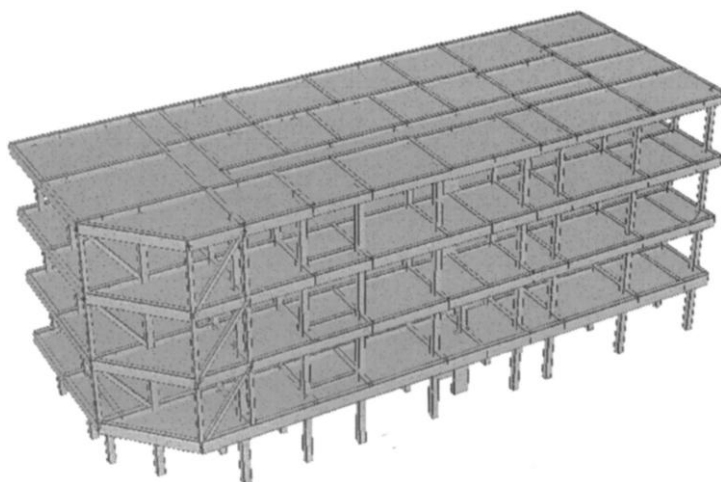

Figura 6: Esquema del edificio correspondiente al tensor del ejercicio 1 del TP N° 4
1) Diseñar el tirante de ochava de la Figura 6, estimando la deformación elástica inicial del mismo para la condición considerada como más factible de servicio constituida por la totalidad de la carga permanente más el 50% de la sobrecarga.